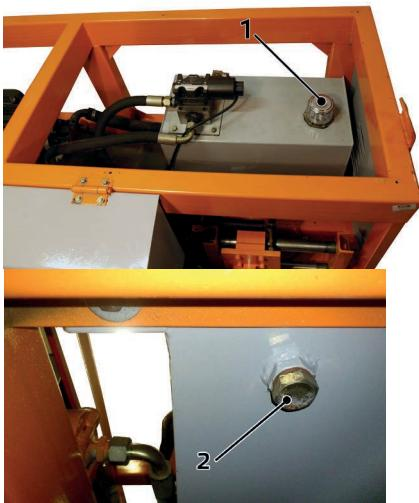

Рис. 11
1. Открутите крышку маслозаливного отверстия 1 (Рис. 11).
3. Открутите пробку маслосливного отверстия 2 (Рис. 11), слейте масло, закрутите пробку обратно (установите новую прокладку пробки маслосливного отверстия).